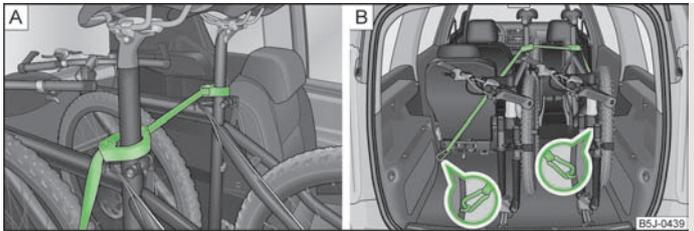

Abb. 54 Fahrräder absichern
- Die Schelle mit dem Gummiteil nach vorn (in Fahrtrichtung) möglichst weit unten an die Sattelstütze setzen und diese schließen » Abb. 54 - A.
- Beim Transport von zwei Fahrrädern den Gurt » Abb. 54 - A zwischen den Sätteln spannen, indem die Fahrräder auseinander geschoben werden.
- Die Karabiner an den Gurtenden in die Verzurrösen hinter den Rücksitzen einrasten » Abb. 54 - B.